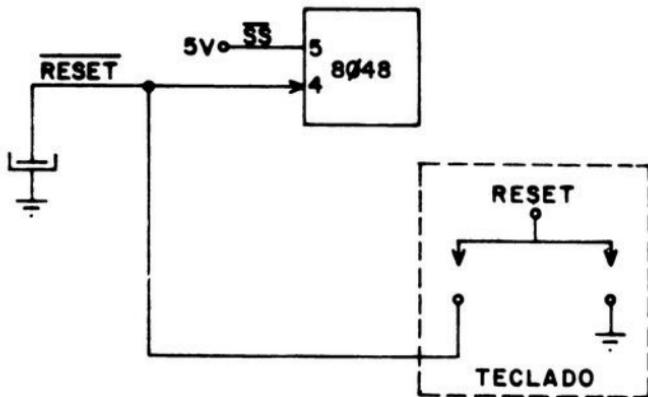

figura 10-8 - RESET do ODISSEY.
Quando o 8048 é ligado ou ao se colocar nível 0 no pino 4 - RESET - ele executa a instrução cujo endereço está gravado na posição 0 de sua ROM (endereço 000). Enquanto RESET = 0 o endereço 00 continuará a ser acessado. Portanto, durante a execução normal do programa o pino 4 deve ser mantido em nível alto (RESET = 1). Para resetar (reiniciar) um jogo em andamento o botão RESET do reclado é acionado, descarregando o capacitor de 1 microFarad que mantém a tensão de nível 1 (figura 10-8).
Se levado a nível 0 o pino 5 (SS) para a execução do programa, aguardando uma mudança para nível 1, quando então retornará a continuidade da programação (no mesmo ponto em que o deixou, ao contrário do RESET que volta ao início do programa). No ODISSEY ele é mantido constantemente em 5 Volts, portanto desativado (figura 10-8). Este terminal é extremamente útil em consertos, permitindo parar o jogo num determinado instante (aterrando-o) e com a ponta de prova lógica conferir todos os estágios, à procura de falhas.